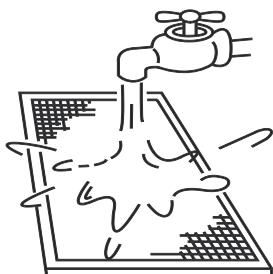

Fig. 13.4
- b. La section d'entrée d'air doit être à l'envers lors de l'utilisation d'eau (voir fig. 13.4).